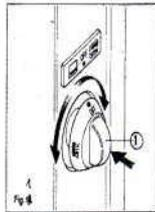

Fig 1.
- mettre en position marche l'interrupteur commandant l'allumage automatique (fig. 1).
- pousser légèrement le bouton de commande (1) et le tourner en position d'allumage (fig. 1). L'allumage de la rampe doit se faire automatiquement.